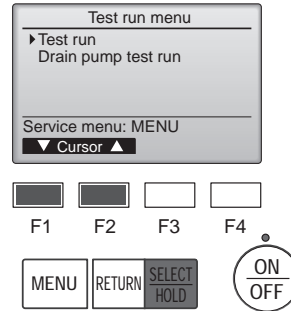

Fig. 7-5
- 4 Seleccione "Test run" (Modo prueba) con el botón [F1] o [F2], y pulse el botón [SELECT/HOLD]. (Fig. 7-5)